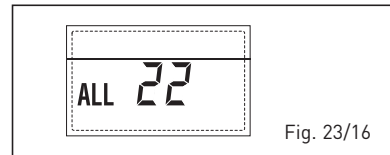

Fig. 23/16
- **DELIVERY PROBE BREAKDOWN ANOMALY SECOND MIXED ZONE “ALL 23” (fig. 23/17)**